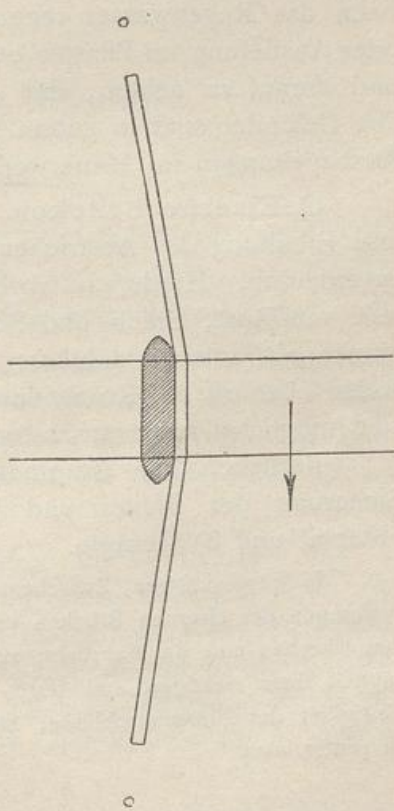

Abb. 532.
b) Feste Brücken. Durchfahrtsöffnungen von geringer Weite müssen ähnlich wie bei beweglichen Brücken ausgerüstet werden. In manchen Wasserstraßen, wo gesegelt wird (z. B. in den Märkischen Wasserstraßen), müssen außerdem möglichst Vorkehrungen vorhanden sein, die das Legen und Setzen der Masten vor und hinter der Brücke erleichtern. Nach dem allgemeinen Fortfall der Mastkrane (infolge Einführung der Schleppschiffahrt) fahren die Schiffer nur noch mit kleinem Maste, den sie selbst ohne Kranhilfe aufstellen und legen können. Zur Erleichterung dieser Arbeit sind vor und hinter der festen Brücke Leitwände mit Laufstegen erforderlich (Leinpfade), an denen der Schiffer, namentlich bei schlechtem Wetter, das Schiff befestigen kann, um mit Ruhe den Mast zu legen (Abb. 532). Vom Laufstege aus zieht er dann das Schiff durch die Brücke, befestigt es von neuem und stellt den Mast wieder auf. In der Regel sind diese Einrichtungen nur auf einem Ufer nötig, bei ungünstiger Lage zur herrschenden Windrichtung, bei widriger Strömung und großem Verkehr können sie aber auch auf beiden Seiten erforderlich werden. Die Leitwände müssen im Grundriß eine Neigung von 1:6 bis 1:10 zur Fahrrichtung und beiderseits eine Länge von mindestens  $\frac{3}{4}$  Schiffslänge erhalten. Vor die Enden, wenn diese in freiem, tiefem Wasser liegen, kommen zur Erleichterung der Einfahrt im Abstände von  $\frac{1}{2}$  Schiffslänge noch Dalben zu stehen. Reichen die Leitwände bis zum Ufer, so stellen sie die Fortsetzung des Leinpfades dar, was in vielen Fällen sich empfiehlt.